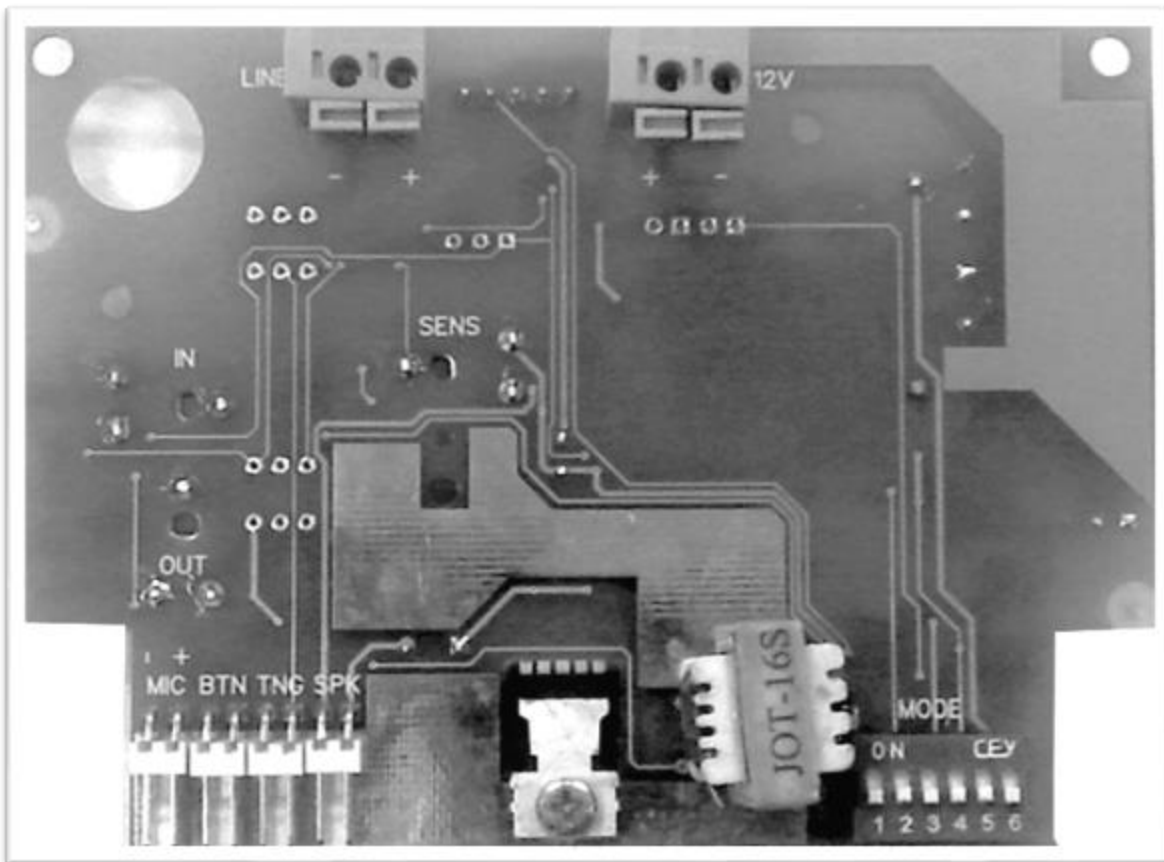

Рисунок 5.1. Расположение элементов регулировки на плате прибора GC-4017M3 .А
5.1. Подключение проводов линии связи, источника питания к пульту осуществляется на клеммы, расположенные внутри пульта (рис.5.1)